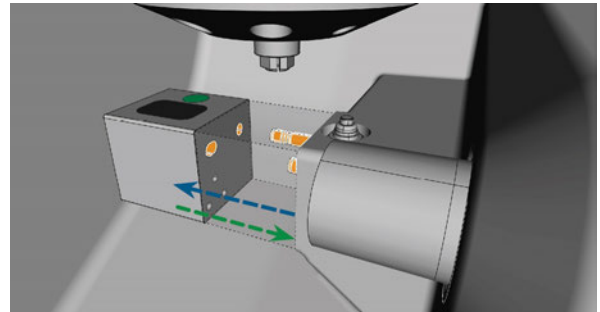

Abb. 45 – WERKZEUGMAGAZIN WECHSELN (WERKZEUGMAGAZINHALTER UND ZUGEHÖRIGE BOHRUNGEN IM WERKZEUGMAGAZIN ORANGE MARKIERT)
- Wenn ein falsches Werkzeugmagazin montiert ist, entfernen Sie dieses Magazin indem sie es aus dem Werkzeugmagazinhalter ziehen ( Abb. 45 – auf der vorherigen Seite, blauer Pfeil).
6. Stecken Sie das Werkzeugmagazin auf den Werkzeugmagazinhalter auf (Abb. 45 – auf Seite 45, grüner Pfeil).